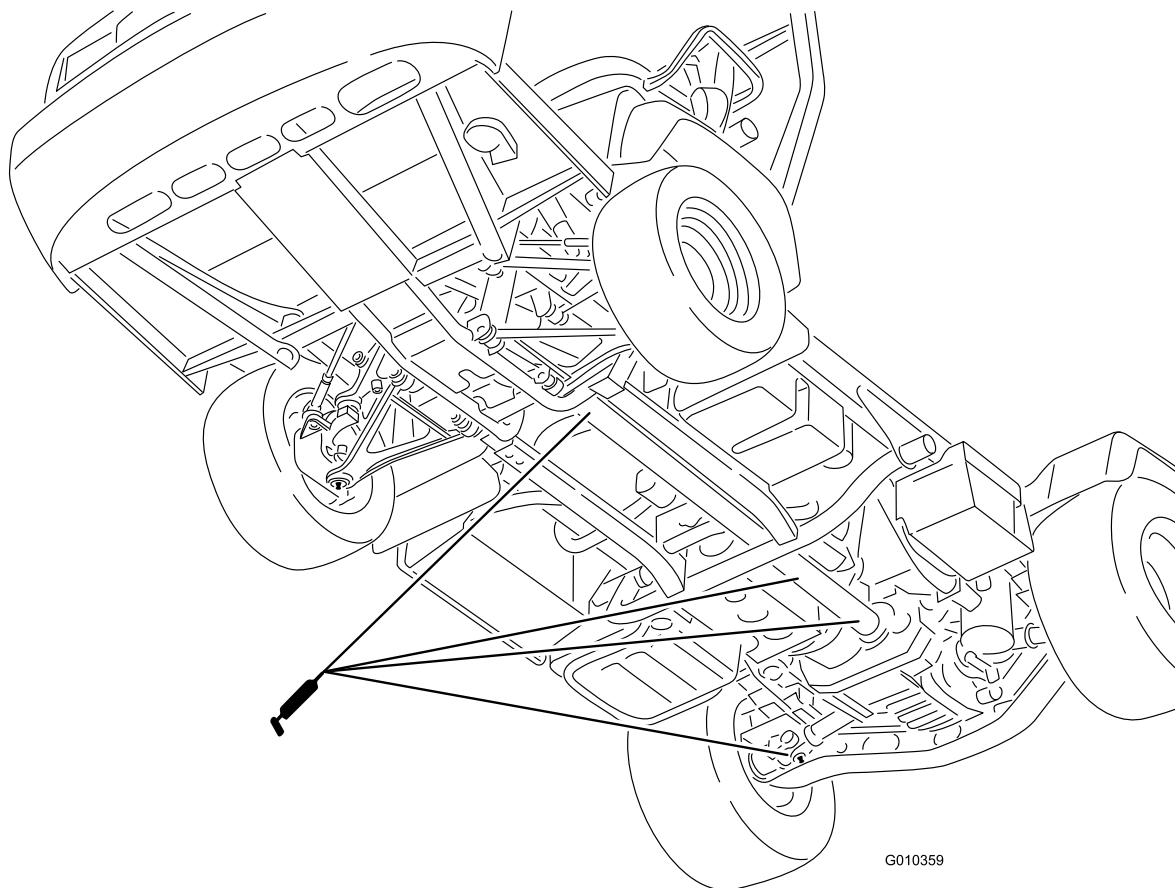

**Figure 30**
- **Embrayage (1);** voir Figure 30
- **Frein (1);** voir Figure 30